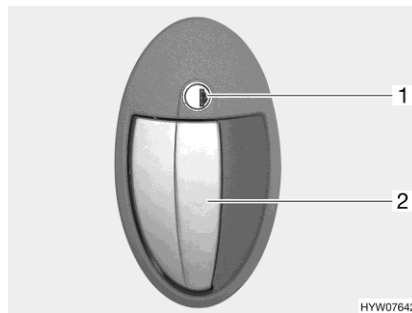

Fig. 31 Serratura della porta (porta del vano abitabile, lato esterno)
- Inserire la chiave nel cilindro della serratura (Fig. 31,1) e ruotare in senso orario, fino a quando la serratura della porta si sblocca.
- Tirare la maniglia della porta (Fig. 31,2). La porta è aperta.
- Inserire la chiave nel cilindro della serratura (Fig. 31,1) e ruotare in senso antiorario, fino a quando la serratura della porta si blocca.